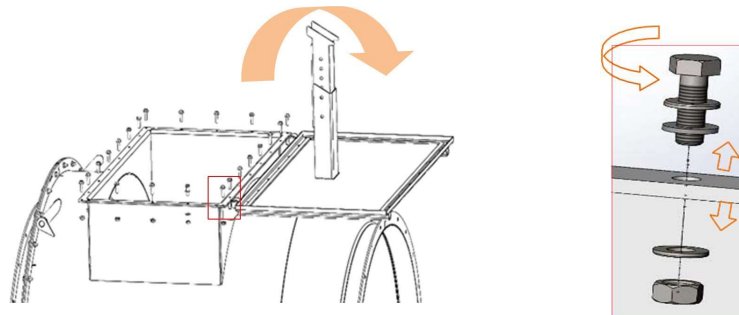

Abbildung 8 : Die Wartungsplatte öffnen
Schritt 1: Öffnen Sie die Wartungsplatte wie in Abbildung 8 dargestellt.